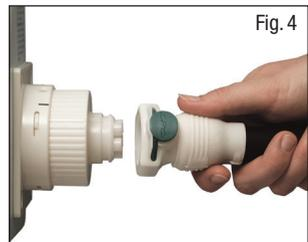

Fig. 4
3. Raccordez le tuyau d'alimentation en air du coussin sur l'adaptateur, en faisant correspondre les repères d'alignement (Fig. 4). Veillez à ce qu'il soit correctement enclenché afin d'éviter une éventuelle fuite.